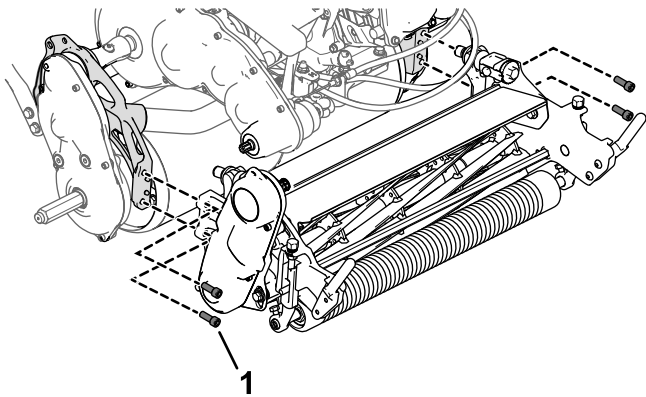

Figura 6
1. Use 4 parafusos de cabeça cilíndrica para instalar a unidade de corte na máquina (Figura 6).